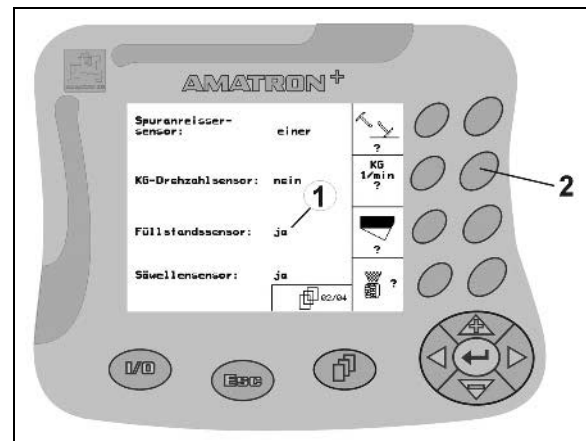

Fig. 17
- Funktionstaste (Fig. 17/2) einmal betätigen
→ Funktion **Ja** (Fig. 17/1).